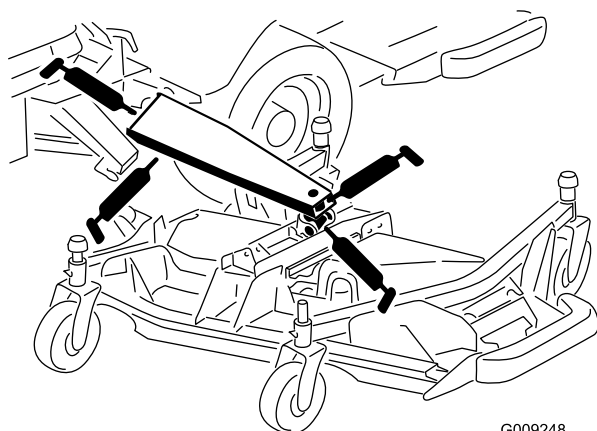

Bild 53
- Haupthubarmbüchsen (3) (Bild 53)
- Hubzylinderbüchsen (1) (Bild 53)